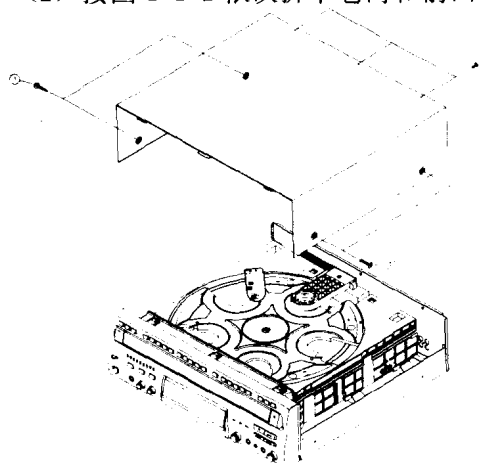

图 1.2.1 顶盖板的拆卸
1.2.1 拆卸顶盖板 (如图 1.2.1)
- (1) 拆下 4 个螺钉①。
- (2) 拆下 3 个螺钉②。
- (3) 按图 1.2.1 所示卸下顶盖板。